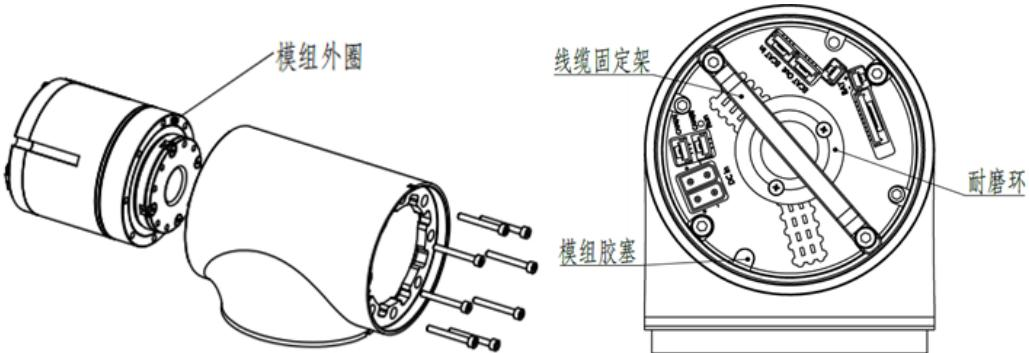

图 3-13 J6 轴模组安装示意图
**步骤6** 取出新模组，将耐磨环、模组胶塞、线缆固定架安装到新模组上，如图 3-13 所示，将模组外圈（螺孔与螺孔之间的区域）涂一层黑威封胶，再将模组安装到外壳上，锁紧螺钉（安装螺钉时需涂一层螺纹胶），螺钉扭矩为： $2.4\text{N}\cdot\text{m}$ ，安装示